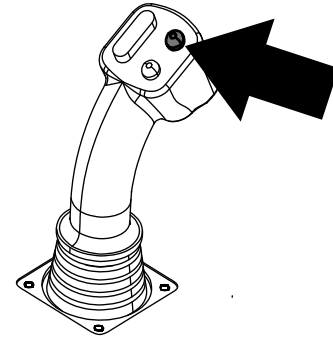
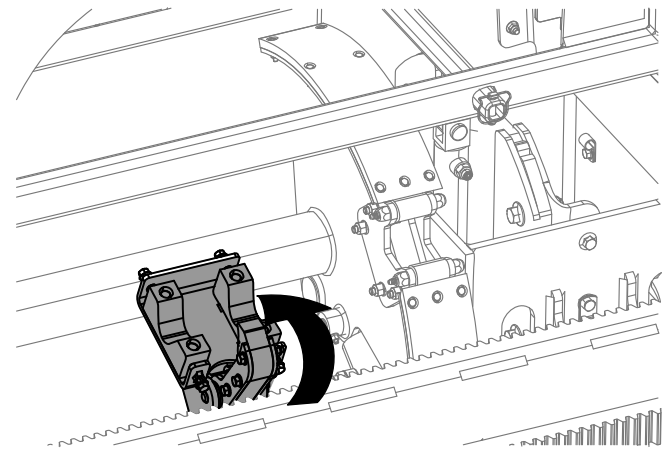

Рисунок 12
Рисунок 13
6. Удерживайте нажатой верхнюю кнопку на джойстике, чтобы захватить трубу (Рисунок 12 и Рисунок 13), и отпустите кнопку.